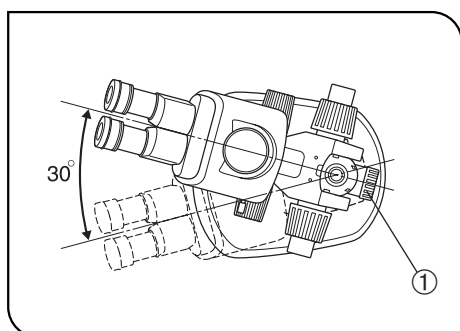

Fig. 1
2. For at forhindre mikroskopstativet i at vælte, skal drejevinklen begrænses til 30° som på fig. 1. Vippevinklen på arbejdsfladen bør ikke være mere end 5°.
4. Hvis du vil justere mikroskopstativet, skal du sørge for at holde mikroskopstativet med den ene hånd, samtidig med at du løsner fokuseringsenhedens låseskrue ① (fig. 1). (Brug faldsikringsring (SZX-R) for at undgå, at der opstår fare). Pas på, at du ikke klemmer dine fingre under indstillingen.